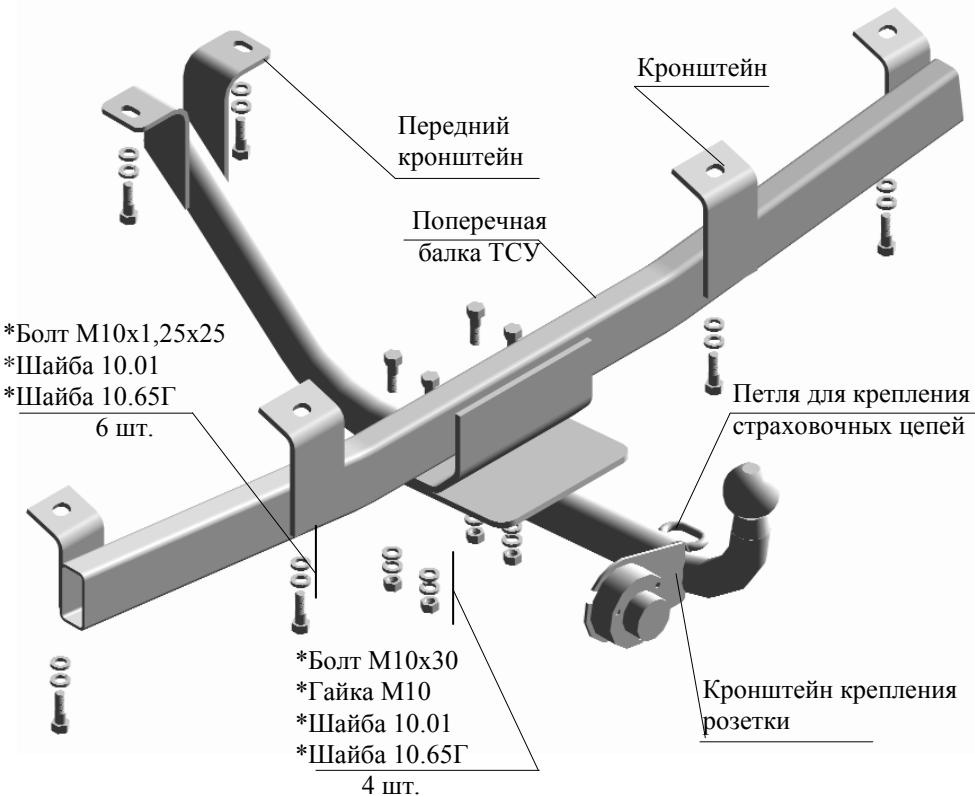

Рис.1 Тягово-сцепное устройство ТСУ 2123.Р
2.1 ТСУ 2123.Р (2123.02.Р) в сборе (рис.1)	1 шт.
2.2 Пакет с комплектующими (см. рис.1)	1 шт.
4.3 Соединить продольную и поперечную балки ТСУ, используя болты M10x30, расположив крепеж в соответствии с рис.1.